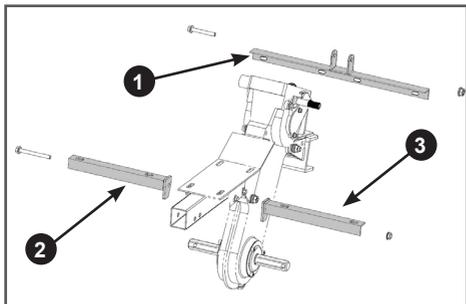

Рис. 8. Установка кронштейнов защитных крыльев
6. Установите на раму мотоблока кронштейны защитных крыльев: задний 1 и передние 2 и 3 с помощью болтов и гаек из комплекта крепежа (Рис. 8).